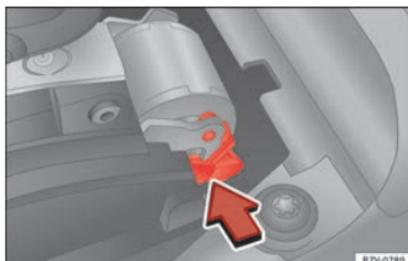

Fig. 50 Déverrouillage de secours du blocage du levier sélecteur.
- Poussez le levier de déverrouillage » fig. 50 dans le sens de la flèche et maintenez-le dans cette position.